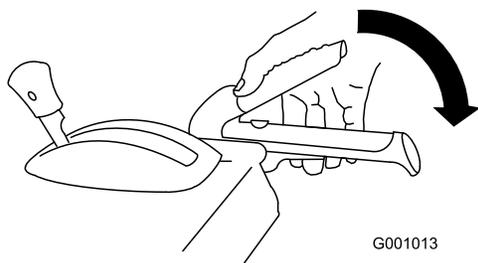

Figure 33
1. Pour engager la vis sans fin/turbine, serrez le levier droit (vis sans fin/turbine) contre la poignée (Figure 33).